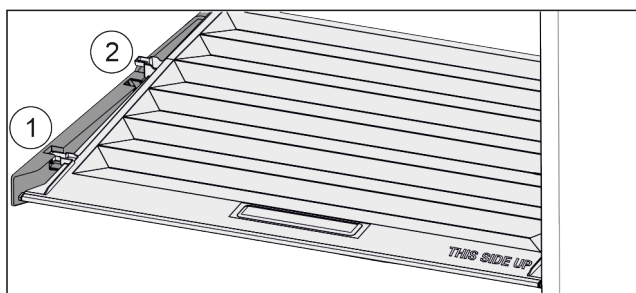

Fig. 124
- Tirer le couvercle vers l'avant jusque dans l'orifice des pièces de retenue Fig. 124 (1).
- Le soulever par le bas à l'arrière et le sortir par le haut Fig. 124 (2).